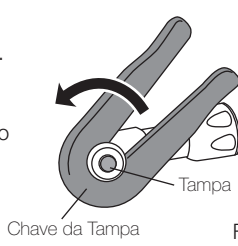

Fig.6
- 2) Certifique-se de que a tampa (Fig.6) está bem apertada. Se estiver solta, siga estes passos.
- 2) Coloque a chave na tampa e rode no sentido contrário ao ponteiro dos relógios. Desaperte e retire a tampa. (Fig. 6)